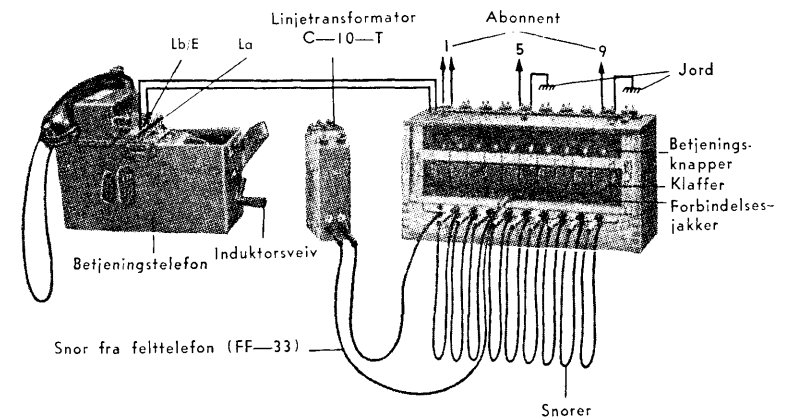

Fig 6.
23. Nytt direkte linjetilkopling, koples abonnentlinjene til skrueparene merket *1a*, *1b*... *10a*, *10b*. Hvis en abonnent har én-tråds linje, koples denne linjen til skrue a, skrue b koples til jord (se fig 6). Skal en abonnent med én-tråds linje forbindes med en abonnent med to-tråds linje, trengs en linjetransformator, C-10-T.
33. Forbindelse mellom abonnent nr 1 og abonnent nr 5. Abonnent nr 1 har to-tråds linje, og abonnent nr 5 har én-tråds linje (se fig 6).